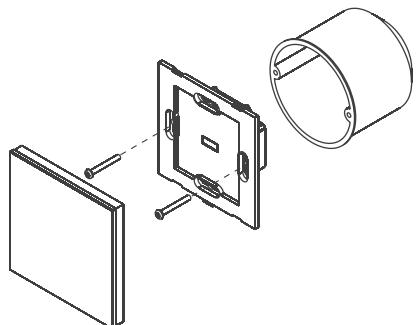

Рис.4. Установка панели управления в монтажную коробку.
- 3.8. Установите корпус панели в монтажную коробку и закрепите его при помощи двух винтов [Рис. 4].